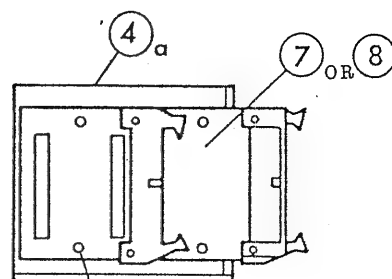

図 4
- (1) I/F ブラケット④にコネクタボード A ⑦
または B ⑧を固定します。（図 4）
- (2) D/A ブラケット③に D/A コンバータを取